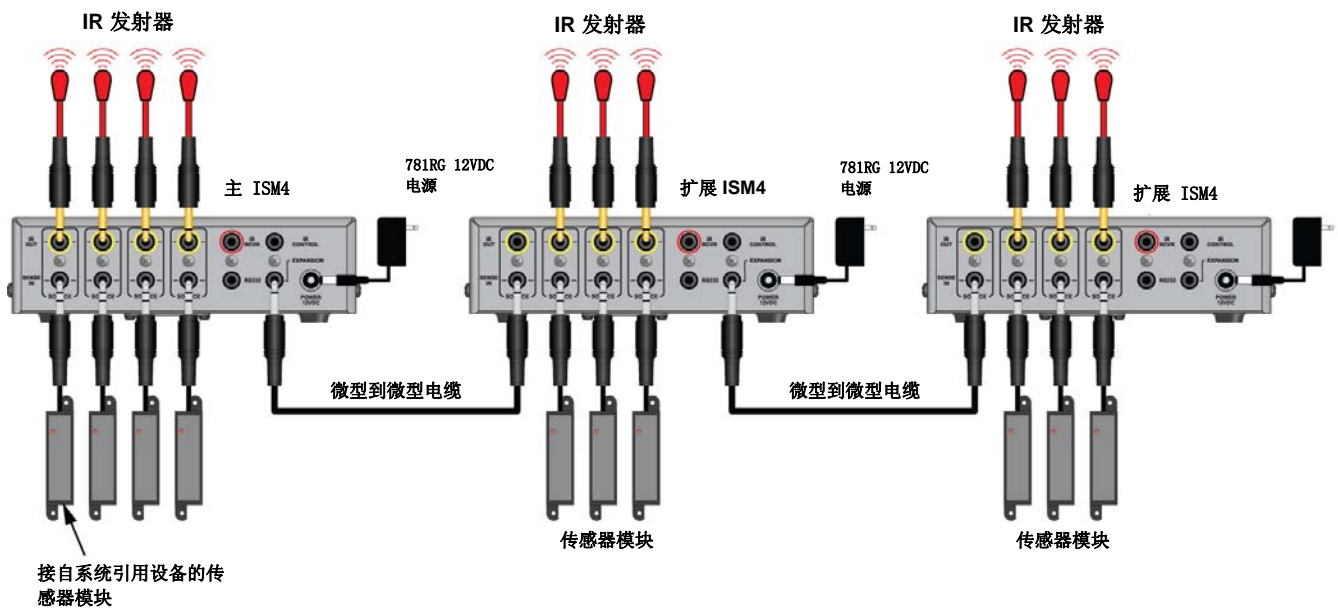

图 7: ISM4 扩展连接
2. 如果使用更多 ISM4，请对每个附加 ISM4 重复执行第 1 步，如图 7 所示。
注2: 如果在扩展应用中使用**多区控制器**，就没有必要把 **IR 发射器**连接到主 **ISM4 源 1 IR 输出**，如图 7 所示。